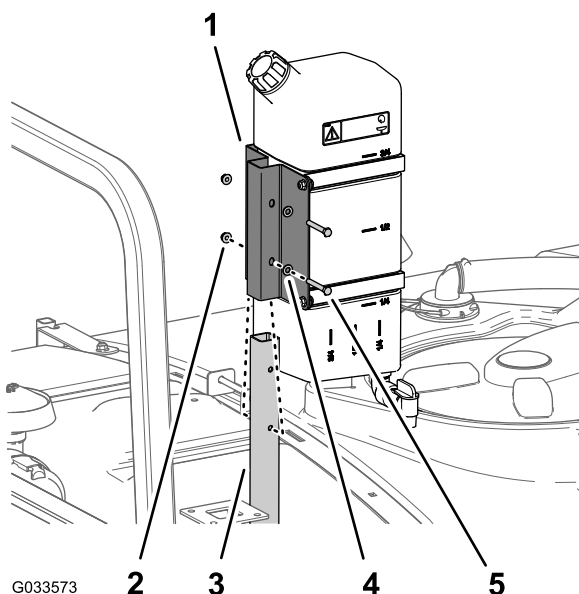

Рисунок 47
- Установите бак пресной воды и крепление на опорную трубу с помощью 2 болтов (5/16 x 2 1/4 дюйма) и 2 фланцевых контргаек (5/16 дюйма), как показано на Рисунок 47.